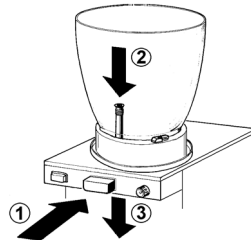

Bild 3
3 Drücken Sie die Hahntaste (1) und setzen Sie (2) das Gummitteil in seinen Sitz am Boden der Verdampfvorrichtung ein. Ziehen (3) Sie den Gummihahnaufsatz leicht nach unten bis er ordnungsgemäß sitzt (siehe Abbildung 3).